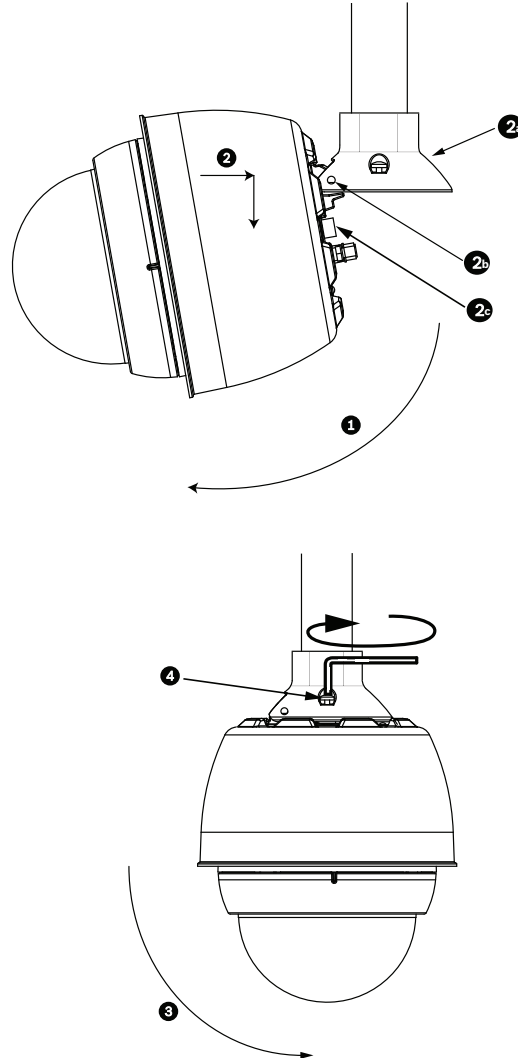

Figura 3.13 Acoplamiento de la base colgante al montaje de techo/azotea
7. Fije el brazo de sujeción en esa posición apretando los tres (3) pernos de cabeza hexagonal y acero inoxidable de 10 mm (3/8 de pulg.). Consulte *Figura 3.13, Página 51* para ver una ilustración.